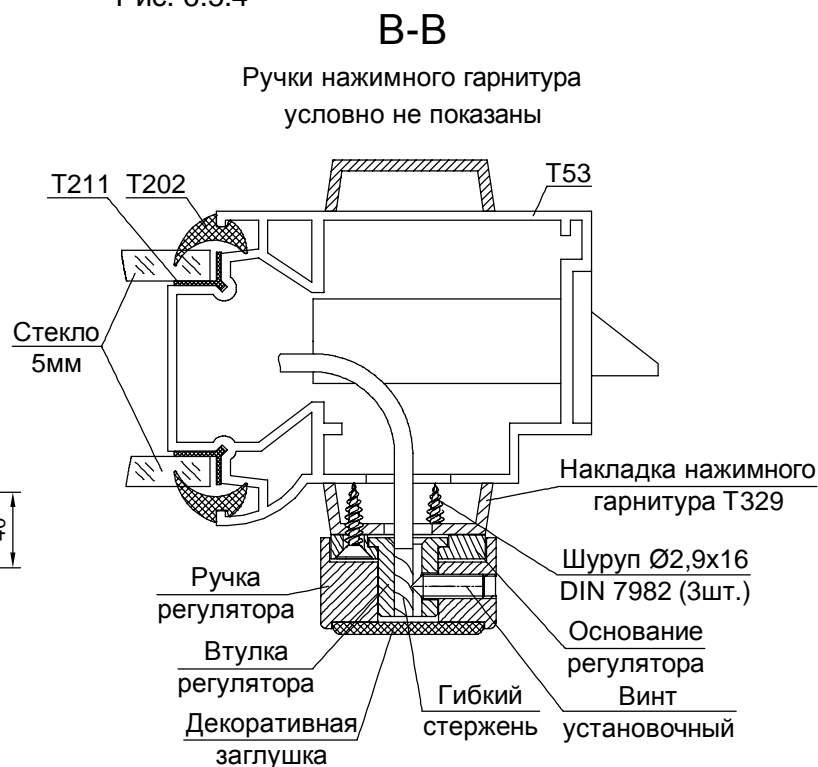

Рис. 6.5.8
6. Продеть гибкий стержень через втулку регулятора жалюзи (см. рис. 6.5.8).